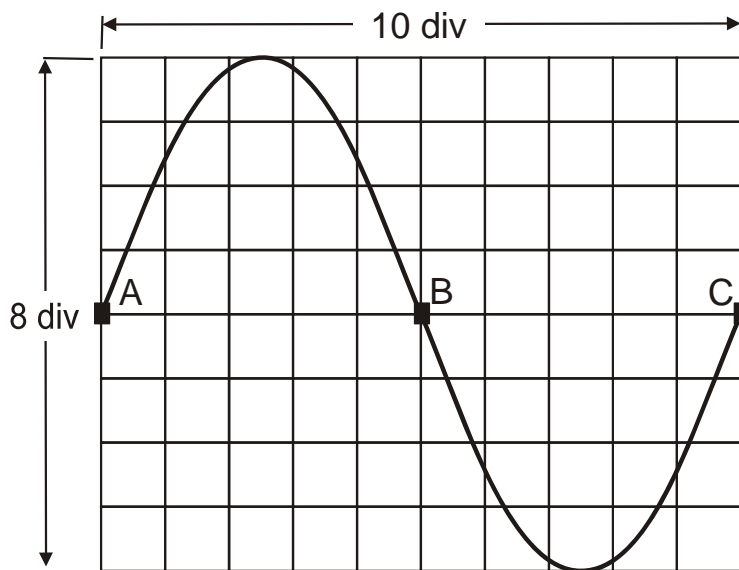

Bild 1
- b) Skizzieren Sie den zeitlichen Verlauf der Sägezahnspannung  $u_x(t)$  des Zeitablenkteiles und markieren Sie in diesem Diagramm die zu Bild 1 korrespondierenden Punkte A, B und C.